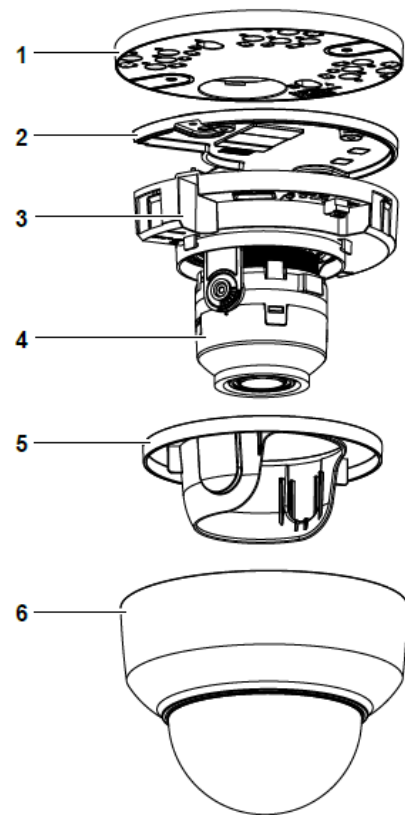
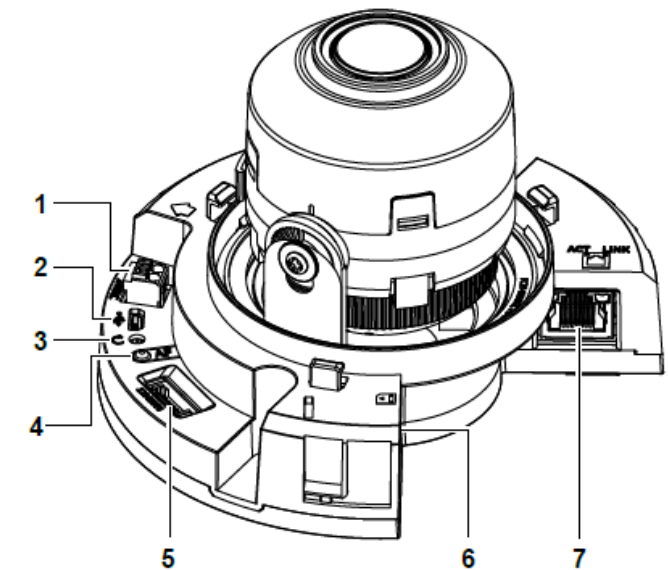

Figure 1
Figure 2
Composants de la caméra : Figure 1
13. Approcher le dôme de la caméra (6) (Figure 1) de la base de la caméra, puis le faire pivoter pour le verrouiller solidement sur la base.
Boutons et connexions de la caméra : Figure 2
5. Retirer le cache de protection de l'objectif (5) (Figure 1) en le soulevant délicatement pour faciliter l'accès aux connexions de câble et aux boutons.
7. Avant de fixer la plaque de montage (1) (Figure 1) à la base de la caméra (2) (Figure 2), faire passer le câble à travers le trou passe-câble situé sur la plaque de montage de la caméra.
12. Insérer le cache de l'objectif (5) (Figure 1) sur l'objectif de la caméra.
- Maintenir le dôme de la caméra (6) (Figure 1) d'une main en faisant tourner la base de la caméra (2) (Figure 1) de l'autre pour la déverrouiller et la retirer du dôme. **Remarque** : Le dôme de la caméra comprend un symbole de « verrouillage » et de « déverrouillage » pour faciliter les opérations de l'étape précitée.
- Approcher le dôme de la caméra (6) (Figure 1) de la base de la caméra (2) (Figure 1), puis faire pivoter le dôme pour le verrouiller solidement à la base de la caméra. **Remarque** : Le dôme de la caméra comprend un symbole de « verrouillage » et de « déverrouillage » pour faciliter les opérations de l'étape précitée.